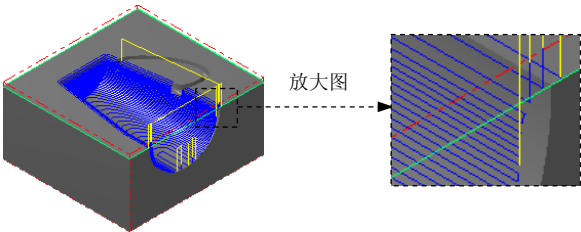

图 21.18 刀具路径
(1) 设置曲面参数。在“曲面粗加工等高外形”对话框中单击 **曲面参数** 选项卡，在 **加工面** 文本框中输入值 0.5，在 **干涉面** 文本框中输入值 0.2，**曲面参数** 选项卡中的其他参数设置保持系统默认设置。
(2) 设置粗加工等高外形参数。在“曲面粗加工等高外形”对话框中单击 **等高外形粗加工参数** 选项卡。在 **Z 轴最大进给量** 文本框中输入 1.0，在 **两区段间的路径过渡方式** 区域选中 **沿着曲面** 单选项以及“曲面残料粗加工”对话框中左下方的 **✓ 切削顺序最佳化** 复选框。
(3) 单击“曲面粗加工等高外形”对话框中的 **✓** 按钮，同时在图形区生成图 21.18 所示的刀具路径。